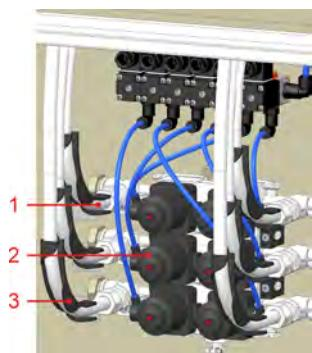

Abb. 7: Membranventilverteilerblock / Maschinenzuordnungen
- 1.** Schließen Sie die Schläuche zum Anschluss der Waschschleudermaschinen, wie in Abb. 7 gezeigt, an die Verschraubungen (Abb. 7, Pos. 1) des Ventilblocks (Abb. 7, Pos. 2) an.
- 2.** Führen Sie die Schläuche über die Winkelführung (Abb. 7, Pos. 3) nach draußen.